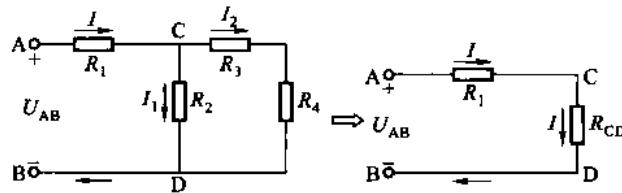

图 8.9
**[例 8.3]** 图 8.9 是一个混联电路,  $R_1 = 7 \Omega$ ,  $R_2 = 4 \Omega$ ,  $R_3 = 3 \Omega$ ,  $R_4 = 9 \Omega$ , A、B 两端电压  $U_{AB} = 20 \text{ V}$ . 求电路的总电流  $I$ .